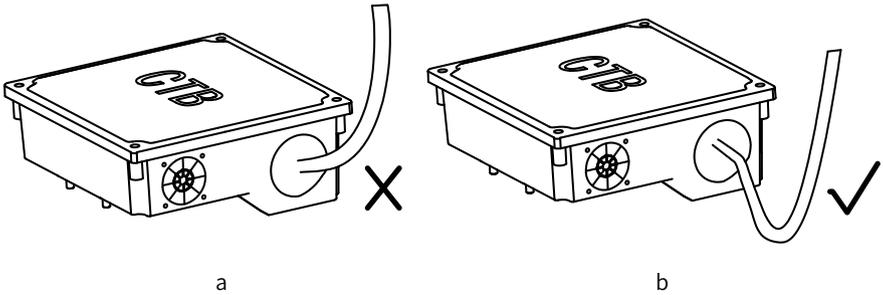
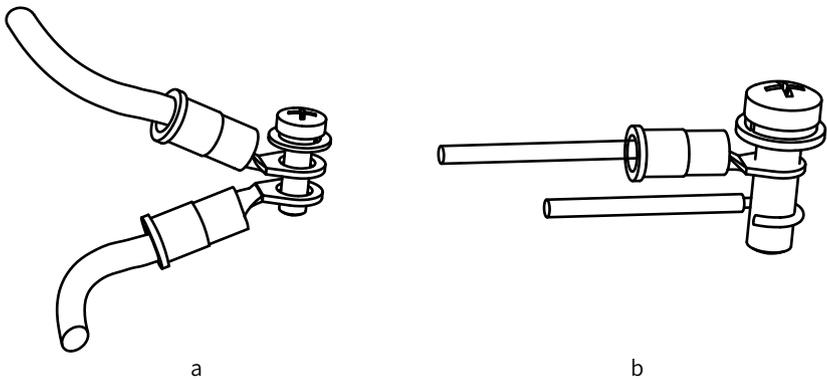

图 3 进线口电缆布置
图 4 风机接线
3.1.4 接线盒进线口电缆不可按图 3 a 所示布置,应按图 3 b 布置,以免冷凝水沿电缆流入接线盒。
3.1.5 接风机电源线时,可在风机电源线上压接带绝缘护套的 O 型端子(型号: TVR-0.75-3),以方便连接,如图 4 a。现场没有条件压接端子时,需将剥皮后的导线缠绕到螺钉上,注意缠绕位置及方向,压接在电机出线下端,如图 3 b,并尽快更换为,图 a 接线方式